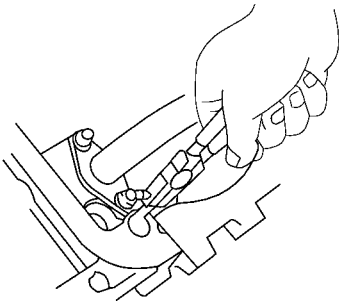

图 3-16 拆下减压阀
- (1) 拆下油底壳。
- (2) 拆下减压阀。使用钢丝钳拆下弹簧卡环，弹簧座、弹簧和减压阀，如图 3-16 所示。